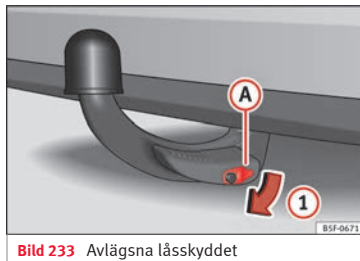

Bild 233 Avlägsna låsskyddet
- Ta bort skyddet **(A)** från låset i pilens riktning **(1)** » bild 233.